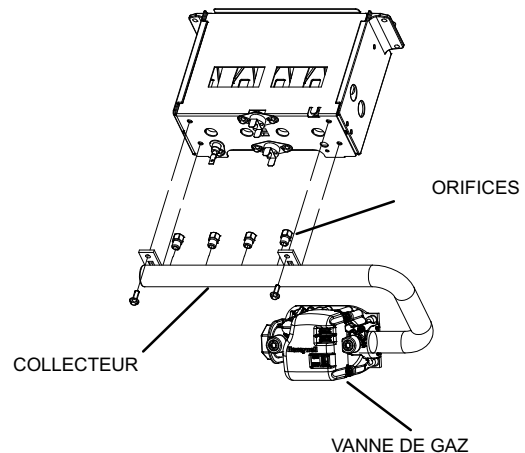

FIGURE 1
quatre vis de fixation du collecteur. Faire glisser l'ensemble collecteur/vanne de gaz hors du boîtier du brûleur. Voir Figure 1.
- 5 - Remplacer les orifices du brûleur par les orifices fournis. Serrer à environ 35 in-lbs. Ne pas utiliser d'agent d'étanchéité sur les orifices. L'ensemble collecteur/vanne de gaz est illustré à la Figure 1.